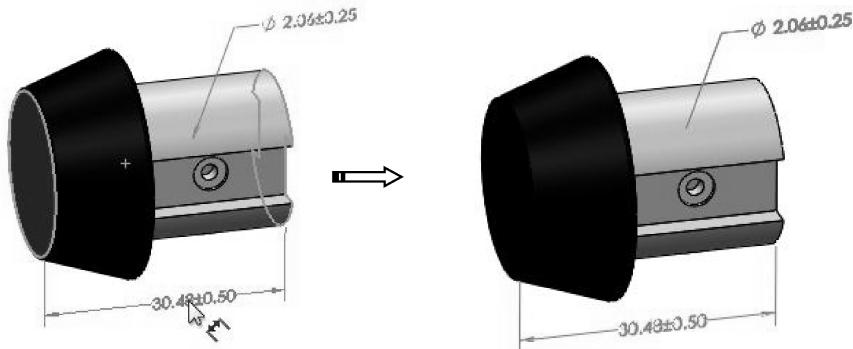

图 5-41 选择另一端面并放置尺寸
- 06 再选择相对的另一端面，并将位置尺寸放置在下方，如图 5-41 所示。保留默认设置，关闭【DimXpert】属性面板。